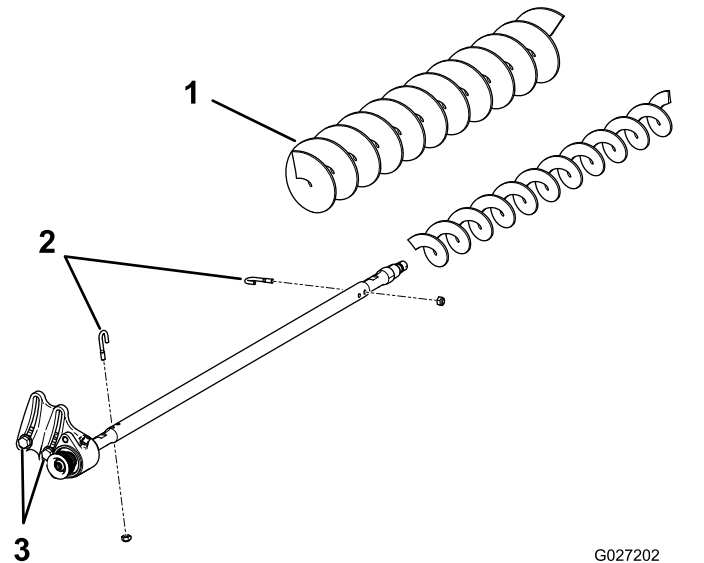

图 23
3. 拆下 2 个 J 形螺栓和螺母图 23。
4. 滑动现有滚筒刷从刷轴上取下来图 23。
5. 松开将传动轴承座固定到轴承座安装支架上的 2 个螺栓、垫圈和螺母图 23。
6. 把高剪滚筒刷滑入刷轴图 23。
7. 使用之前卸下的 2 个 J 形螺栓和螺母把滚筒刷夹在轴上图 23。